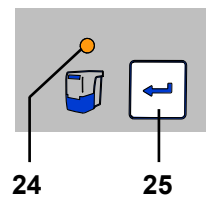

Fig. 8
**Enquanto a gaveta do pó não for esvaziada, o respectivo indicador (24, Fig. 8) permanece aceso. Além disso, depois de o aparelho ser desligado e novamente ligado, o sinal sonoro soando 3 vezes relembra a necessidade de esvaziar a gaveta do pó.**